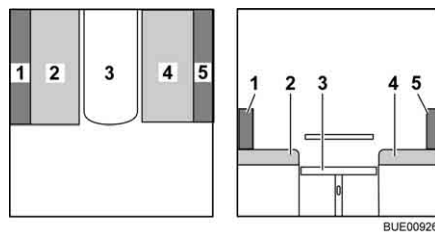

Fig. 89 Pendant la transformation
- Enlever le coussin de dossier (Fig. 89,5) et le placer de côté.
- Tirer le coussin d'assise (Fig. 89,2) vers le centre.